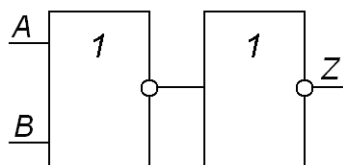

Рис. 4. Комбинация логических элементов.
36. Какую логическую операцию производят элементы на схеме рис. 4?
37. Какую логическую операцию производят элементы на схеме рис. 4?